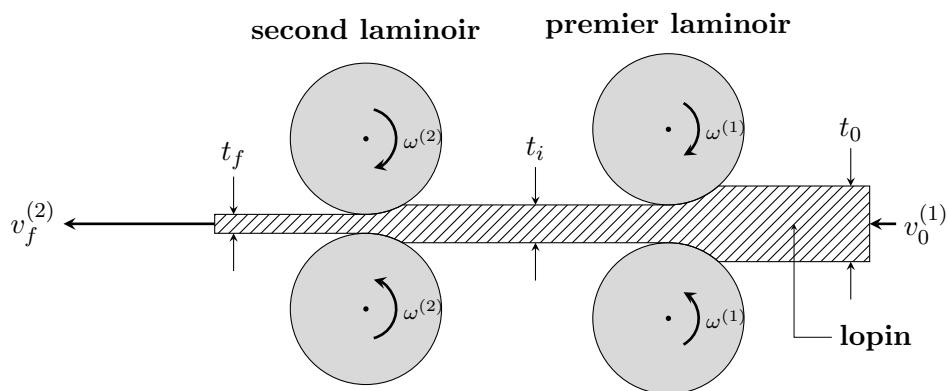

FIGURE 1 – Deux laminoirs en série
- (f) Comme vous vous attendez à devoir effectuer l'opération en question sur le long terme, vous décidez d'acquérir deux laminoirs identiques que vous installerez **en série** afin d'effectuer les deux passes en continu (cf. Fig. 1) :
- 4) déterminer la vitesse d'entrée  $v_0^{(1)}$  du lopin dans le premier laminoir et sa vitesse de sortie  $v_f^{(2)}$  en fin de chaîne (cf. Fig. 1),
- 6) déterminer les vitesses de rotation  $\omega^{(1)}$  et  $\omega^{(2)}$  des deux laminoirs (cf. Fig. 1).